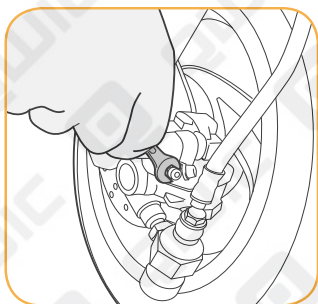

fig. 3.2
1. Draai de remcilinder voorzichtig open (fig. 3.2)